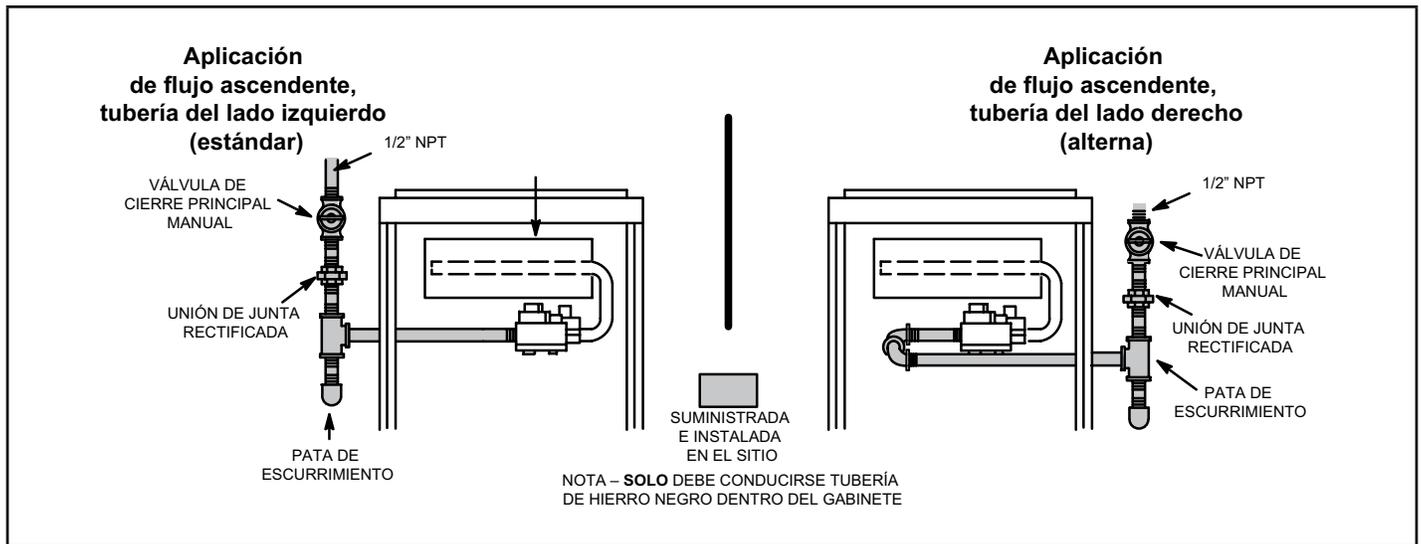
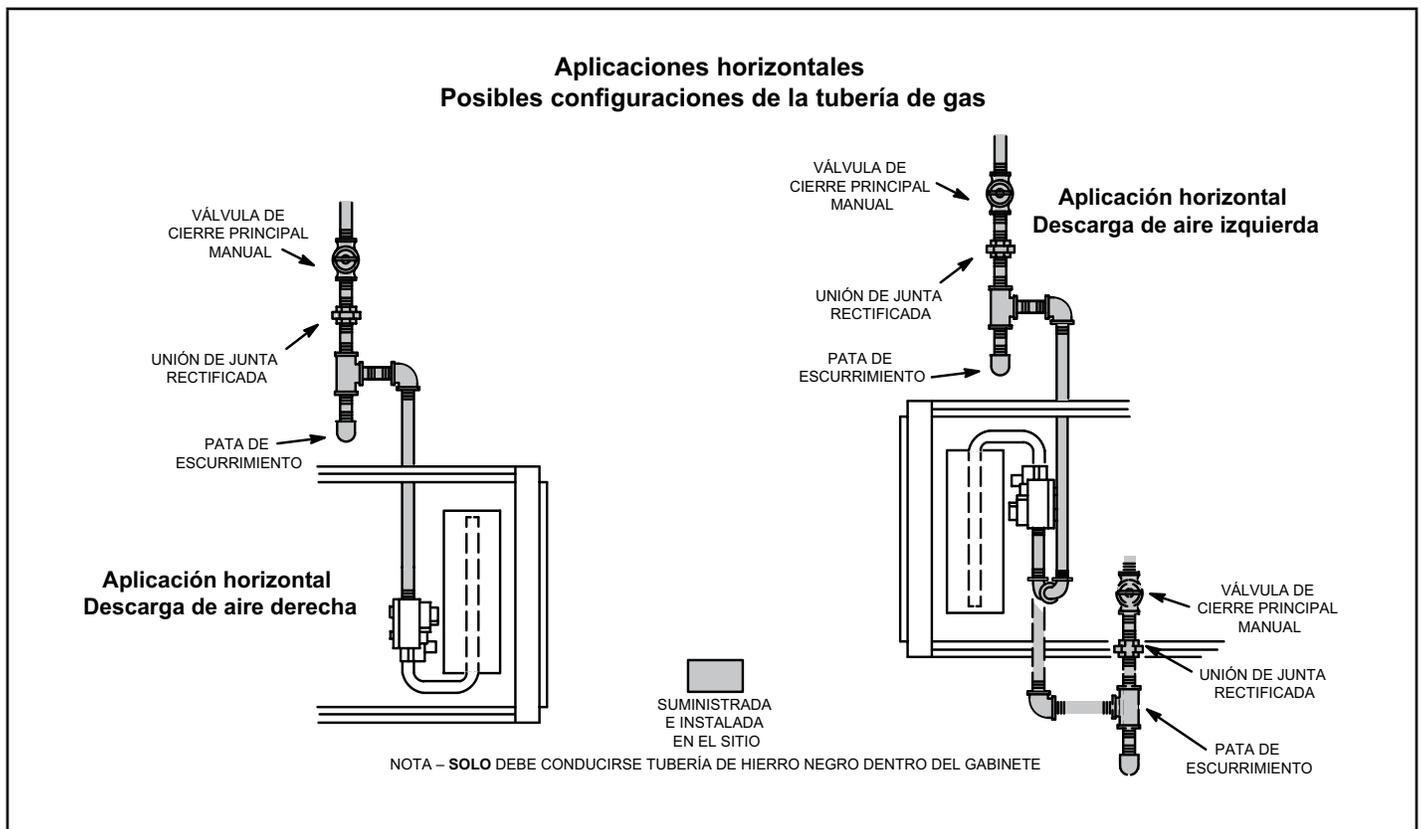

FIGURA 49
FIGURA 50
- 1 - La tubería de gas se puede conducir a la unidad ya sea por el lado izquierdo o derecho en las aplicaciones de flujo ascendente, y ya sea por el extremo superior o inferior en las aplicaciones horizontales. La tubería de suministro entra a la válvula de gas desde el costado de la válvula como se muestra en la FIGURA 49 y FIGURA 50. Conecte la tubería de suministro de gas a la válvula de gas. La torsión máxima es de 800 pulg-libras y la torsión mínima es de 350 pulg-libras cuando se conecte la tubería de gas a la válvula de gas.
- 3 - La tubería de gas no debe tenderse a través de los conductos de aire, canaletas de ropa, chimeneas o ventilación de gas, montaplatos o el hueco del ascensor. Centre la línea de gas en el centro del agujero para tuberías. La línea de gas no debería tocar el costado de la unidad. Ver la FIGURA 49 y la FIGURA 50.